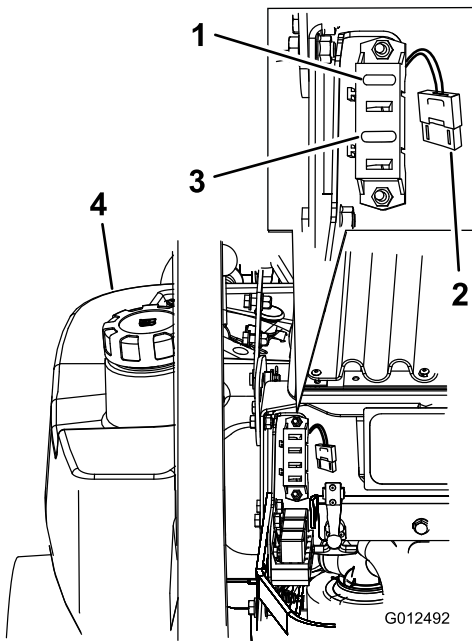

Figure 63
1. Déverrouillez et soulevez le capot pour accéder au porte-fusibles (Figure 63).
3. Remplacez le fusible (Figure 63).